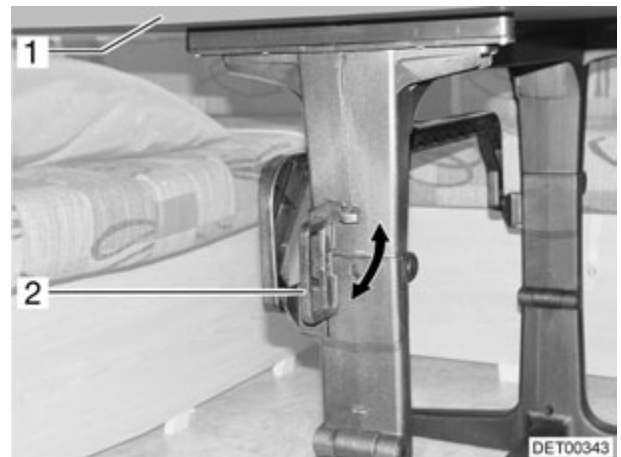

Fig. 52 Dispositif de verrouillage de la table pivotante (variante 2)
- Tourner la poignée (Fig. 52,2) en position horizontale.
- Faire pivoter le plateau de table (Fig. 52,1) vers le bas, dans un arc de cercle.